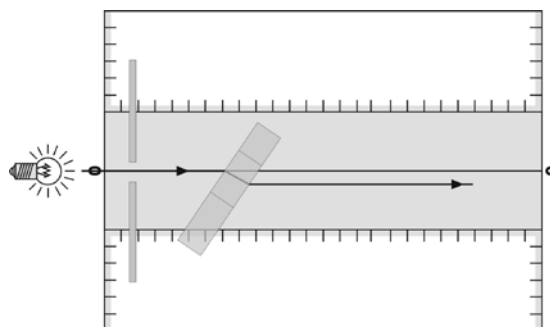

Рис. 2
8. Поставьте пластину на большое основание (рис. 2), но так, чтобы угол падения света на боковую грань не изменился, и вновь заметьте смещение вышедшего из пластины луча.